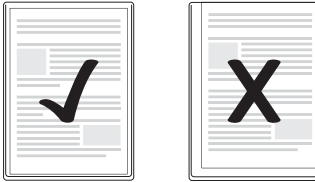

Fig. 1
- ▶ Veiller à ce que toutes les bordures du document aient au moins deux millimètres d'écart par rapport au bord de la pochette à film, comme indiqué sur la fig. 1.
- ▶ Veiller à ce que toutes les bordures du document aient au moins deux millimètres d'écart par rapport au bord de la pochette à film, comme indiqué sur la fig. 1 (cf. p. 23).